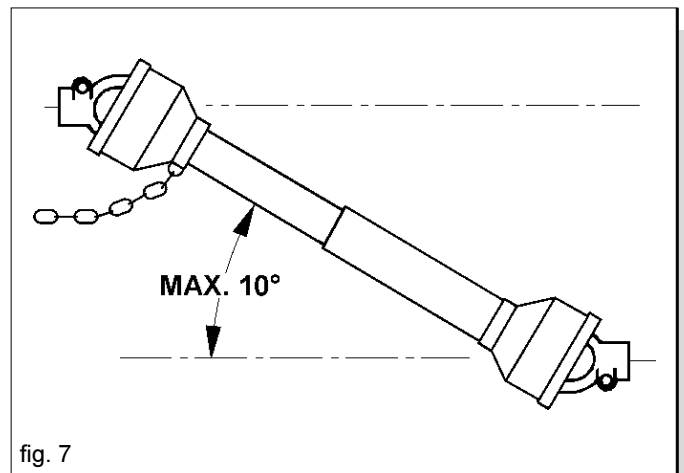

fig. 7
- 49) Desactivar, siempre, la toma de fuerza cuando el árbol cardán realiza un ángulo demasiado abierto (nunca por encima de los 10 grados - Fig. 7) y cuando no se utiliza.